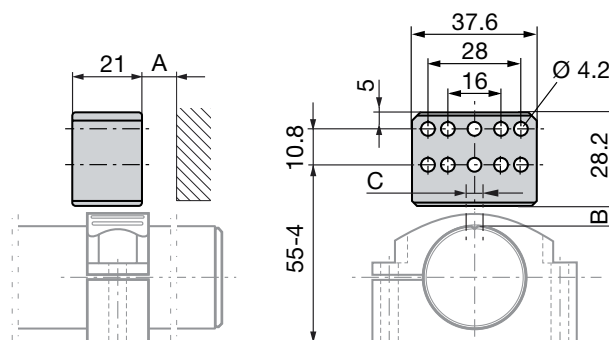
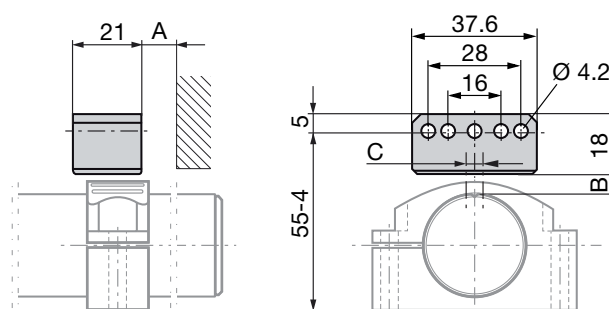

Fig. 5-1: Misure e distanze con il datore di posizione BTL6-A-3800-2
Fig. 5-2: Misure e distanze con il datore di posizione BTL6-A-3801-2
- La distanza A tra il datore di posizione e i componenti in materiale magnetizzabile deve essere di almeno 10 mm (vedere Fig. 5-1 e Fig. 5-2).
- Per la distanza B tra il datore di posizione e il BTL e per lo sfalsamento centrale C (vedere Fig. 5-1 e Fig. 5-2) occorre rispettare i seguenti valori:
Tab. 5-1: Distanza e sfalsamento per il datore di posizione (vedere Fig. 5-1 e Fig. 5-2)